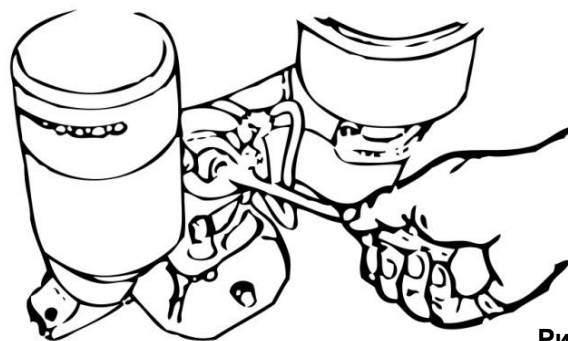

Рис. 20
- Откройте гайку с верхней части инжектора и отрегулируйте давление, поворачивая и регулируя винт при помощи отвертки. При вкручивании винта давление понизится, и наоборот, давление повысится при выкручивании винта (См. Рис.20).